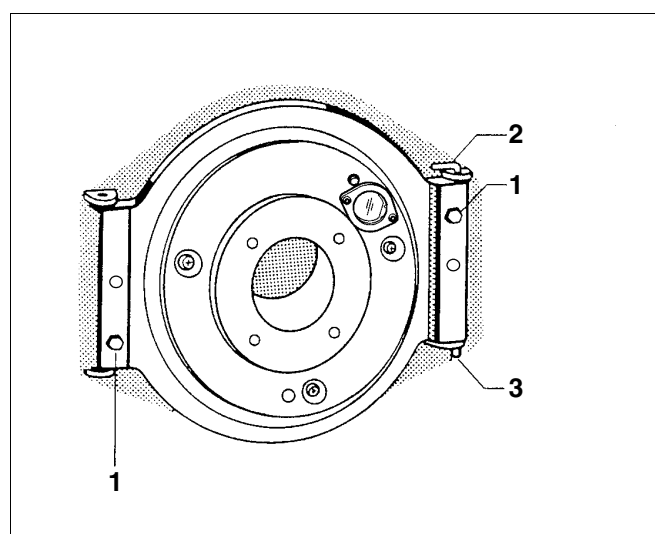

Fig. 22 Brænderdør
- Åbn brænderdøren, og træk hængselbolten (fig. 22, **pos. 2**) ud.
- Flyt kærvtstiften (fig. 22, **pos. 3**) fornedet i brænderdøren fra højre til venstre side.
- Brænderdøren med kærvtstiften (fig. 22, **pos. 3**) hægtes på det nederste hængselbeslag og sikres med hængselbolten (fig. 22, **pos. 2**) i det øverste hængselbeslag.
- Luk brænderdøren, og skru den fast med sekskantskruer (fig. 22, **pos. 1**).